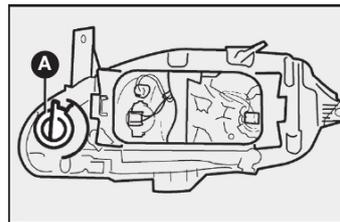

fig. 23
- 1) retirar o porta-lâmpadas **A**-fig. 23 girando-o no sentido horário;